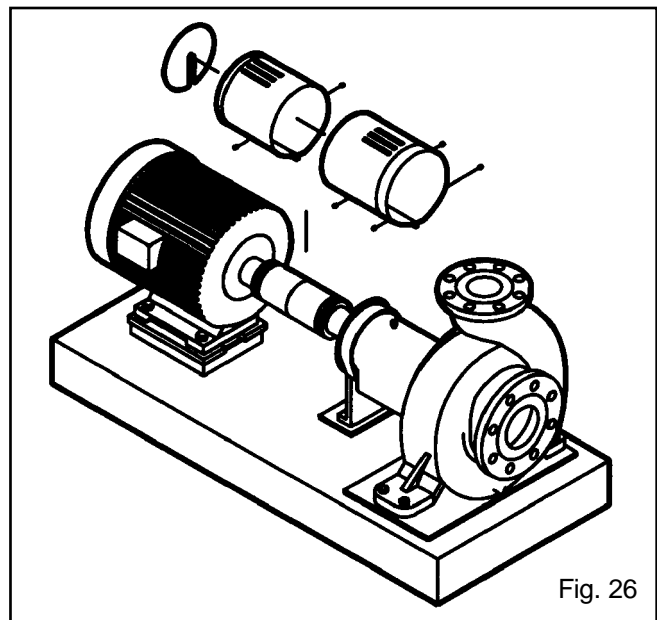

Fig. 26
2. Instale el protector del acoplamiento (Fig. 26). Consulte la Sección de Instalación y Desarmado del Protector del Acoplamiento, *Apéndice II*.